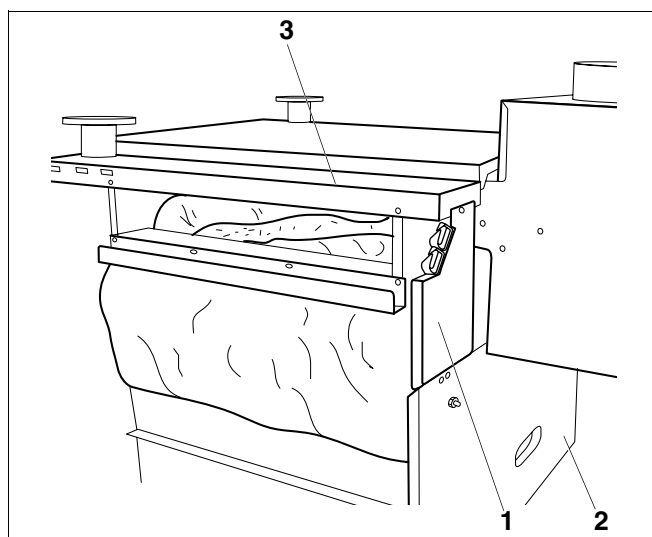

Fig. 55 Tôle de recouvrement
- Accrocher les tôles de recouvrement (fig. 55, **pos. 1**), derrière à gauche et à droite dans la paroi arrière (fig. 55, **pos. 2**) et visser en haut avec les capots latéraux de la chaudière (fig. 55, **pos. 3**).
Légende pour fig. 55